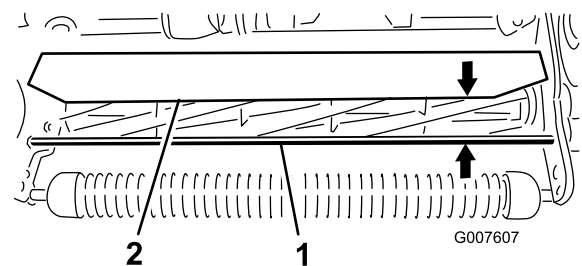

図 45
1. 前サポート・ロッドの上面からシールドの前リップまでの距離をカッティングユニットの両端で測定する (図 45)。